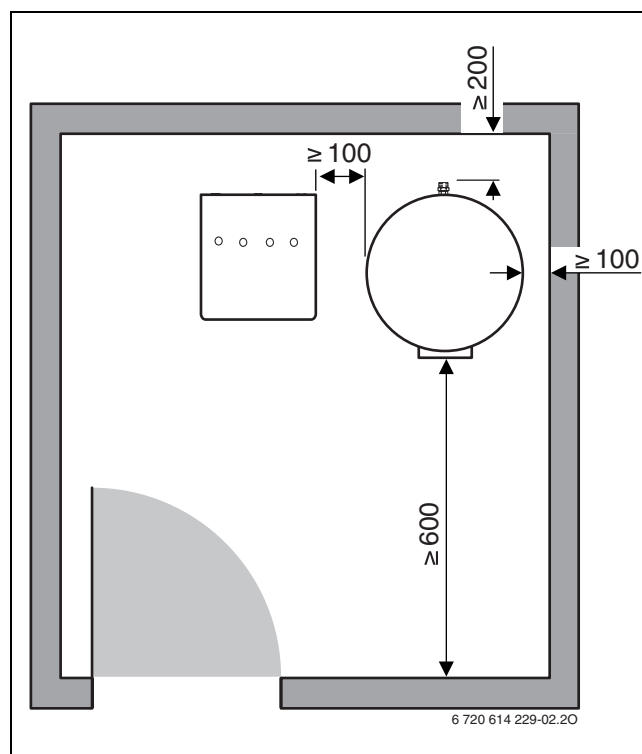

Рис. 2 Рекомендуемые расстояния до стен
- ▶ Соблюдайте минимальные расстояния от стен (→ рис. 2 на стр. 5)